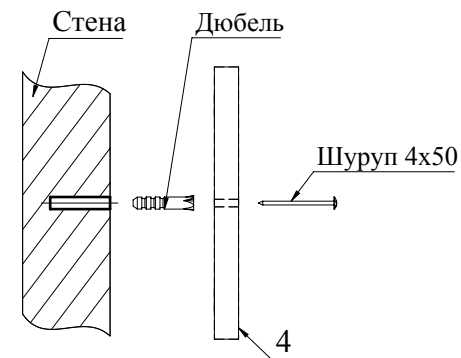

Рис.7
9. Для исключения опрокидывания в изделии предусмотрено крепление к стене. С помощью карандаша и рулетки разметьте стену. Просверлите четыре отверстия под дюбель. Через отверстия в детали 4 (2 шт.) закрепите шкаф под обувь к стене при помощи шурупов 4x50 (Рис. 7).